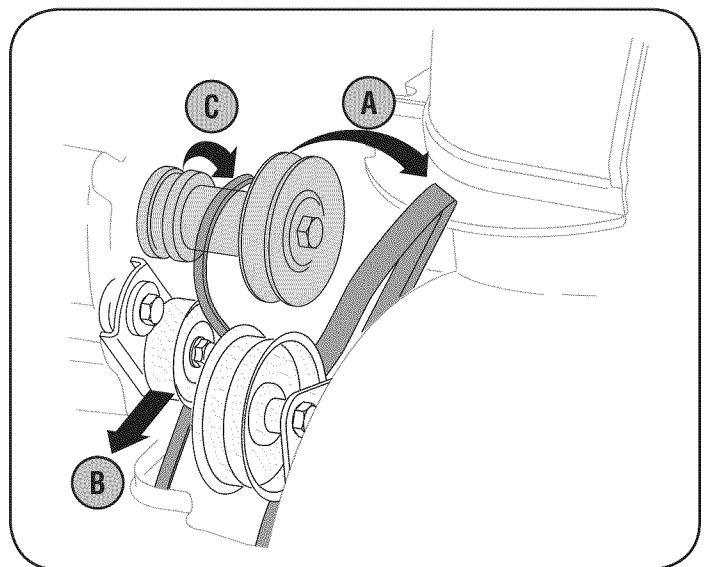

Figura 28
B. Tome la polea loca y gírela hacia la derecha. Vea la figura 28.